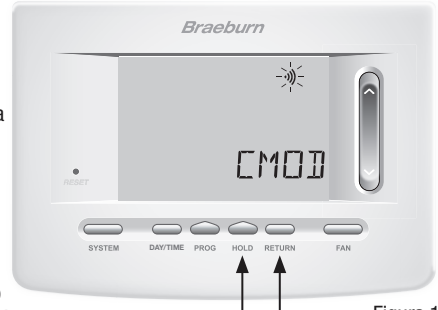

Figura 1
2. La palabra **CMOD** (Módulo de control) aparecerá en la y el símbolo destellará (consulte la Figura 1).